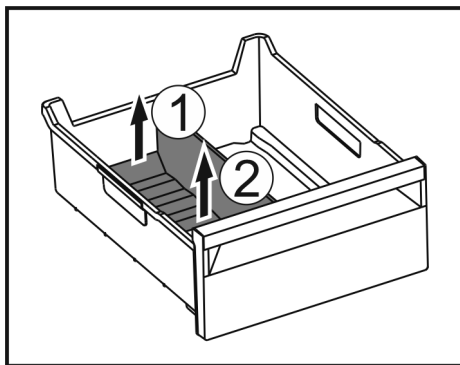

Fig. 106
- Podnieść tylną część separatora do szuflady na lód. Fig. 106 (1)
- Separator do szuflady na lód podnieść do góry. Fig. 106 (2)